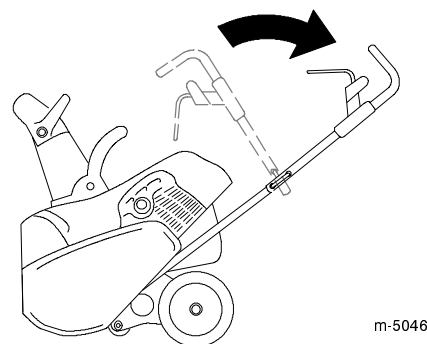

Figure 4
3. Positionnez la partie supérieure du mancheron illustré à la Figure 4.